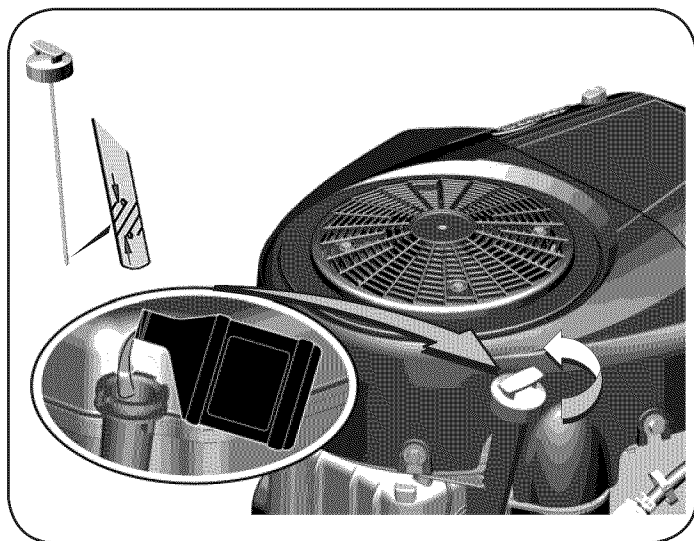

Figura 27
5. Retire la varilla y controle el nivel de aceite. Debería llegar a la marca de la varilla que indica que está lleno. Vea la Figura 27.